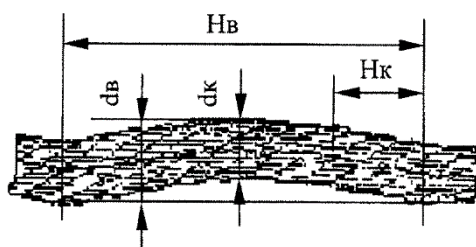

Рис. 5: Волнистость каната
6. Волнистость каната характеризуется шагом и направлением ее спирали (рисунок 5).